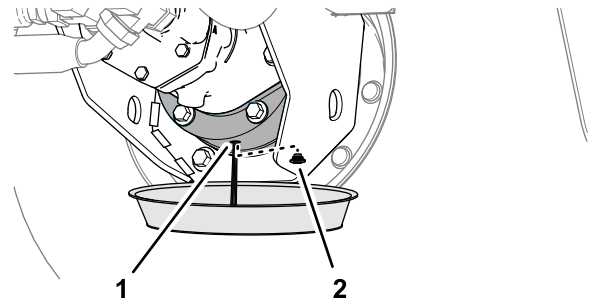

Bild 100
6. Stellen Sie eine Auffangwanne unter das Bremsgehäuse, entfernen Sie die Ablassschraube und lassen Sie das Öl vollständig ablaufen (**Bild 100**).